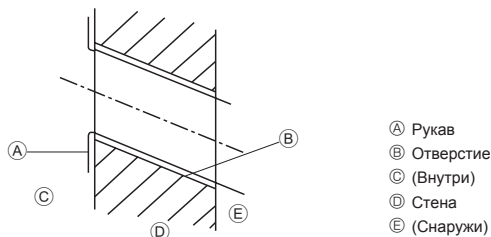

Fig. 3-3
- Ⓛ ① Центр отверстия
3.2.2. Сверление отверстия для труб (Fig. 3-3)